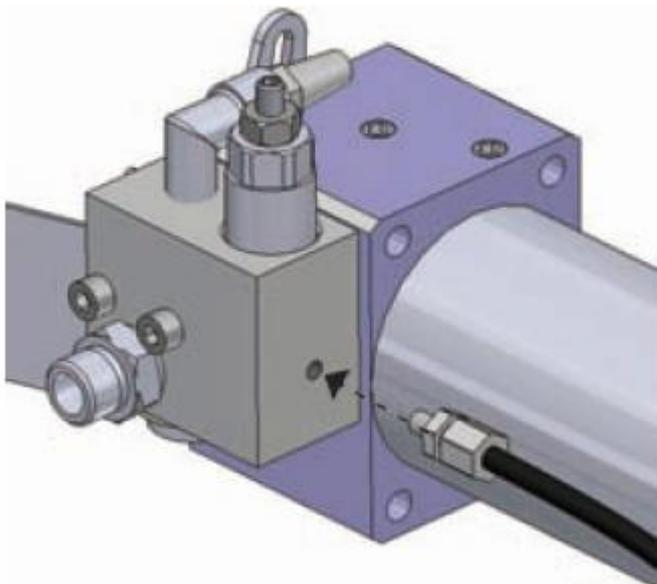

Figura 24. Collegamento tubi pressione olio
5. Posizionare il tubo olio (Figura 24).